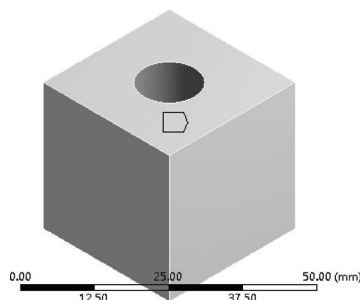

图 6-25 圆柱固定约束结果
5) 选中 Cylindrical Support，选择需要施加圆柱固定约束的面，单击 Details of “Cylindrical Support” 细节窗口中 Geometry 选项下的按钮，即可在选中的圆环面上施加圆柱固定约束，如图 6-25 所示。